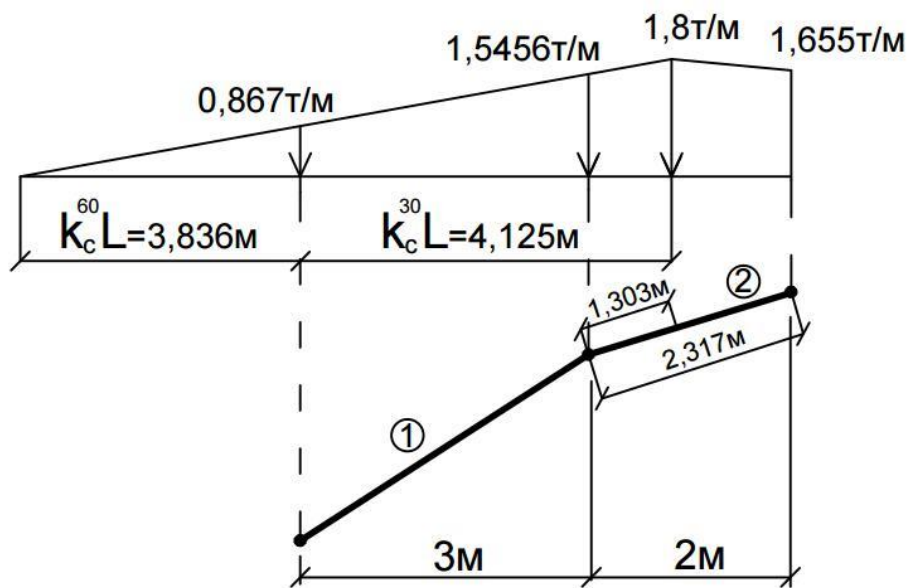
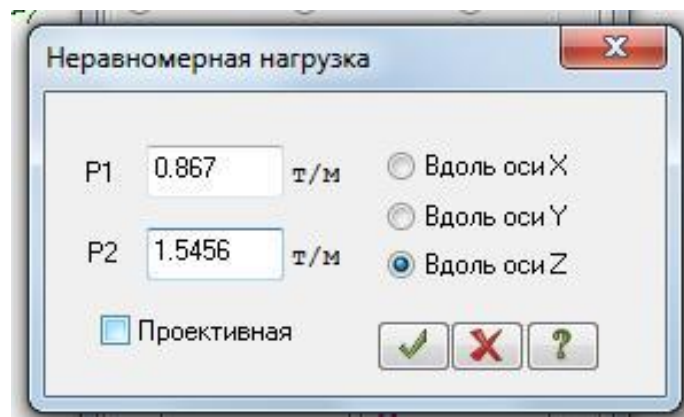
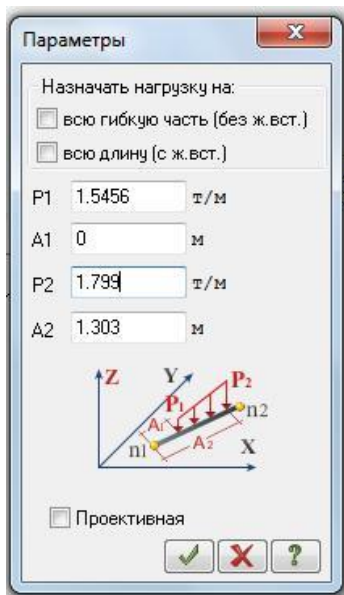
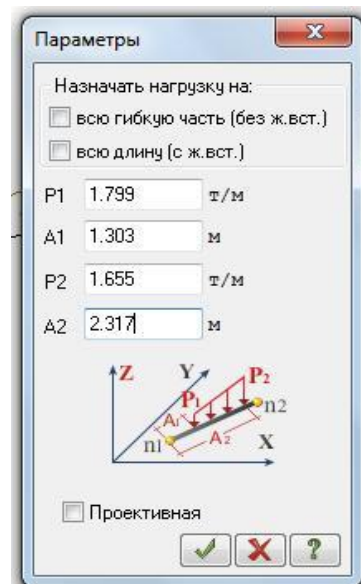

Рис.2.27. Определение значений нагрузок
Рис. 2.28. Задание неравномерно распределенной нагрузки
Рис. 2.29. Задание неравномерно распределенной нагрузки
Рис. 2.30. Задание неравномерно распределенной нагрузки
- Неравномерная нагрузка: задайте в строках значения  $P1=0,867\text{ т/м}$  и  $P2=1,5456\text{ т/м}$  (значения нагрузок определены по интерполяции рис.2.27) и отметьте пункт Вдоль оси Z. Нажмите кнопку Применить (рис. 2.28).
- И так же через окно Параметры задайте следующие параметры, определенные по интерполяции (рис.2.27),  $P1=1.5456\text{т/м}$ ,  $P2=1.8\text{т/м}$ ,  $A1=0$ ,  $A2=1.303\text{м}$  (рис. 2.29).
- Через окно Параметры задайте следующие параметры, определенные по интерполяции (рис.2.27),  $P1=1.799\text{т/м}$ ,  $P2=1.655\text{т/м}$  (рис. 2.30).